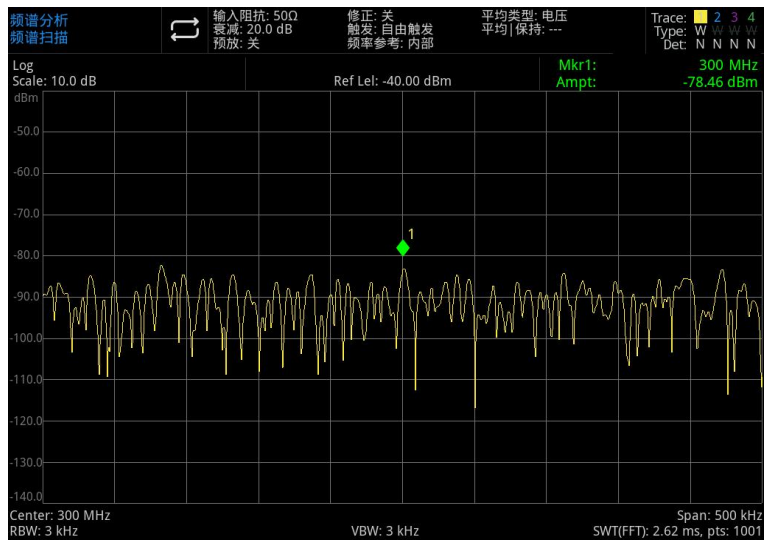

图 3-11: 接近底噪的信号
- 5 将扫宽减小到 500kHz（如图 3-11 所示）；